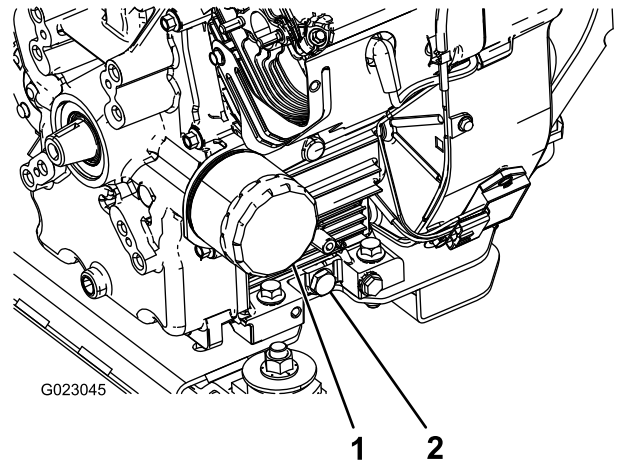

Figure 38
5. Enlevez le bouchon de vidange (Figure 38).
- Déposez le filtre à huile (Figure 38).
- Posez le filtre à huile de rechange sur l'adaptateur. Tournez le filtre dans le sens horaire jusqu'à ce que le joint rejoigne l'adaptateur, puis donnez  $\frac{1}{2}$  tour supplémentaire (Figure 38).